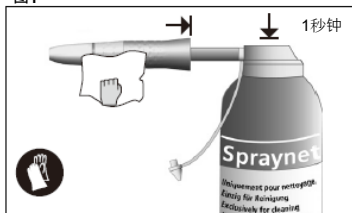

图4
- 用喷雾清洁器械内部和外部（图4），去除残渣并仔细清洁所有表面。
立即用**清洁喷雾剂**（图4）清洁器械内部，以除去所有清洁剂和漂洗水，以防止其对内部元件产生任何不利影响，例如可能导致的元件卡死。如有需要，用干燥的纸巾进行清洁。